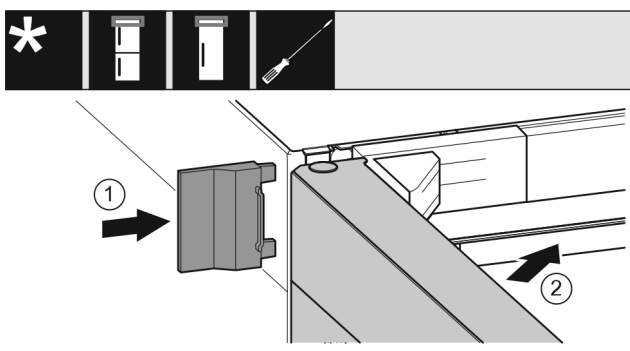

Fig. 28
- ▶ Natakните vanjski poklopac Fig. 28 (1).
- ▶ Zatvorite gornja vrata Fig. 28 (2).